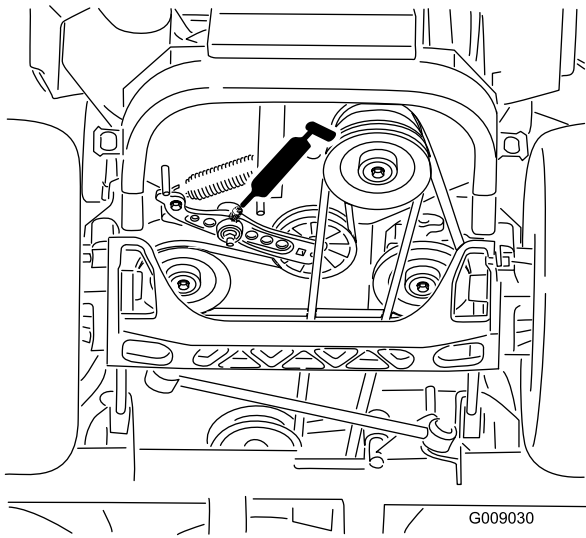

Figure 46
4. Graissez le bras de la poulie de tension de la courroie d'entraînement (Figure 46).